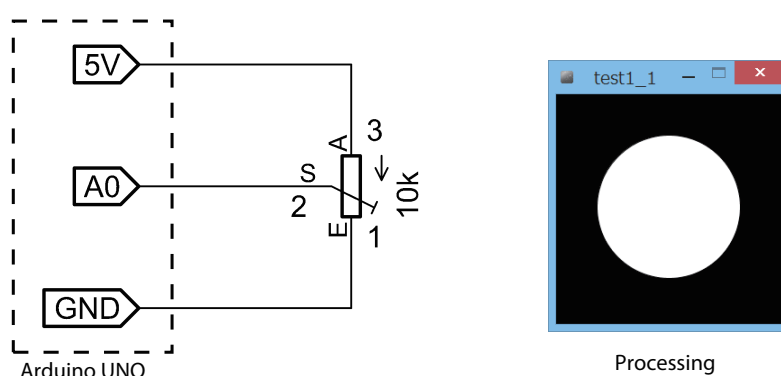

図 3.11: 半固定抵抗により変化する S 点の電圧値を Arduino で観測．Processing では観測した電圧値をこの値を直径とする円としてリアルタイムに可視化．
- 図 3.11 に示す回路を Arduino とブレッドボードを用いて構成し，半固定抵抗を回して変化する点 S の電圧値を Arduino の A0 ポートで観測。
1. 図 3.11 に示す回路を Arduino とブレッドボードを用いて構成する。